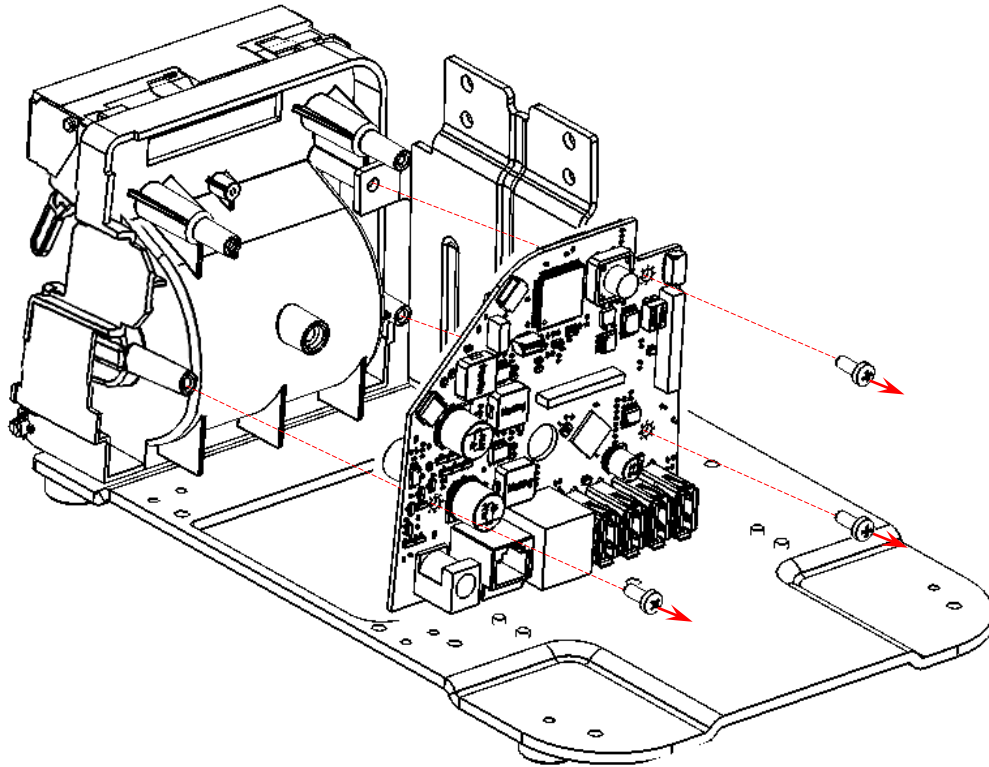

Рисунок 35. Отделение блока управления от подрамника
14. Вкрутить три винта крепления (рисунок 35).